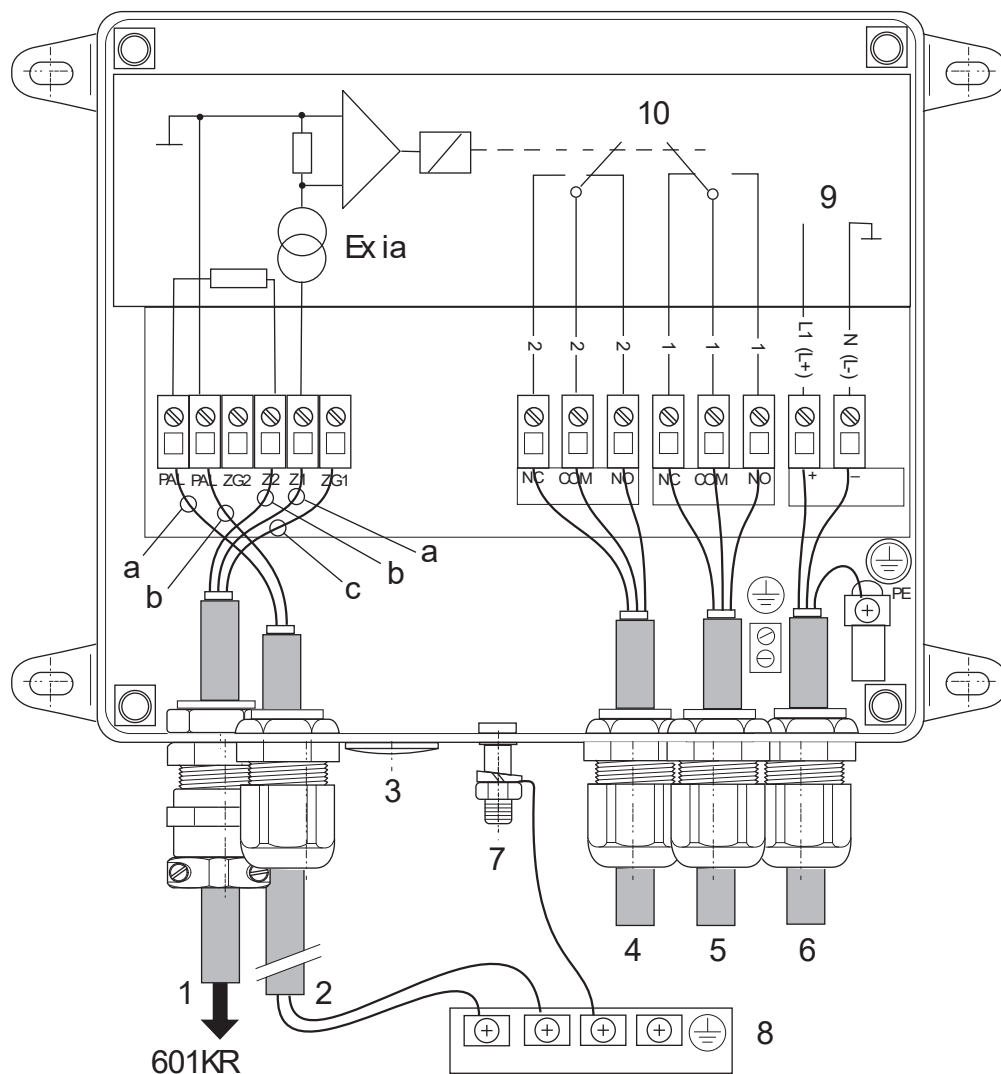
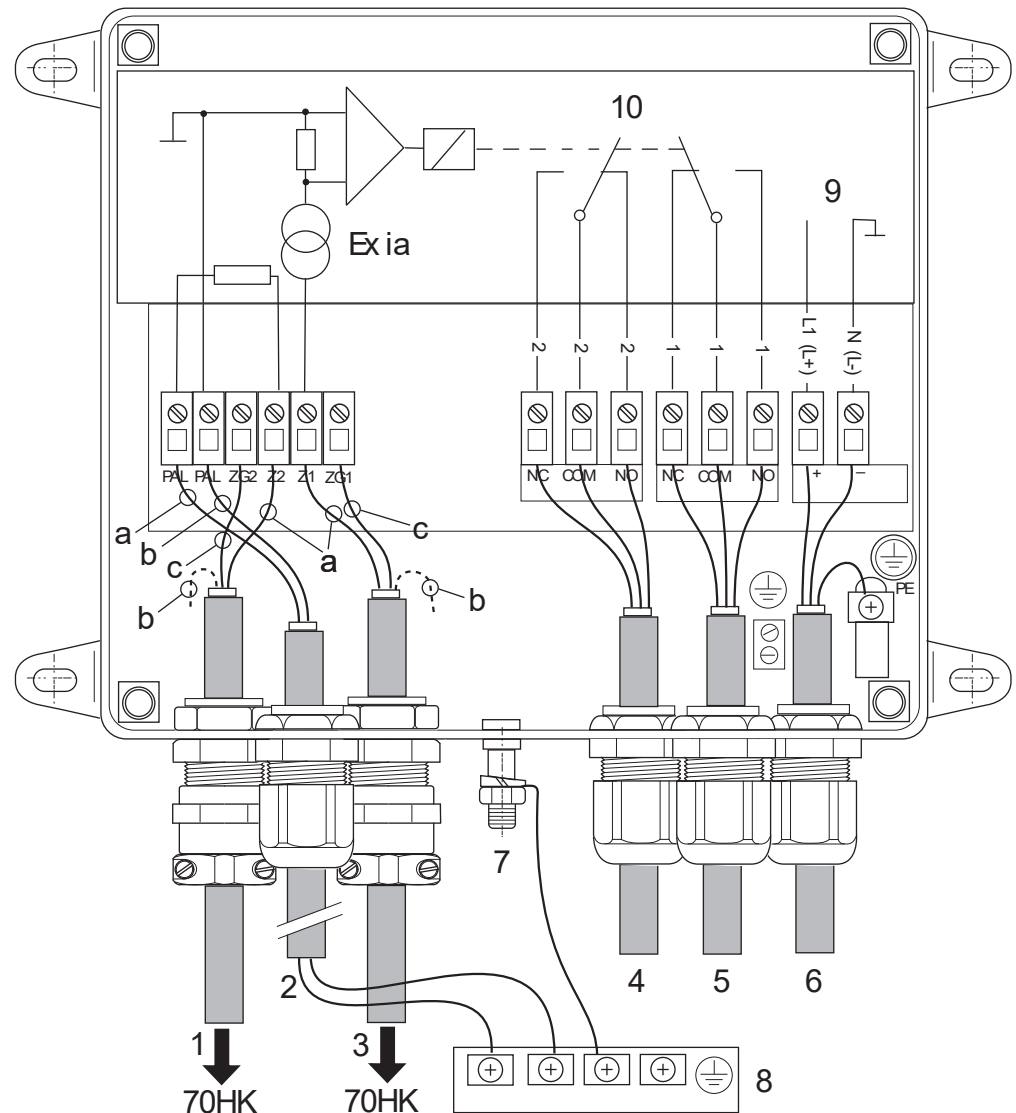

Fig. 4:
Fig. 5:
- L'appareil doit être raccordé à la compensation de potentiel par le biais du raccord de terre externe (7, Fig. 4 / Fig. 5). Par ailleurs, la borne de terre située à l'intérieur de l'appareil doit être raccordée à un conducteur de protection ou à un conducteur de compensation de potentiel (voir chapitre 3.1.3 "Connexion électrique", page 14).
- Les circuits électriques à sécurité intrinsèque doivent être séparés des circuits ne présentant pas cette caractéristique (passage de câbles individuel). Le croisement de câbles à sécurité intrinsèque et de câbles n'ayant pas cette caractéristique est interdit. Une liaison équipotentielle (PA) est à réaliser de long du déroulement entier du circuit électrique de mesure (voir chapitre 3.1.3 "Connexion électrique", page 14, chapitre 3.2.2 "Connexion électrique", page 20).
L'appareil doit être raccordé à la compensation de potentiel par le biais du raccord de terre externe (7, Fig. 4 / Fig. 5). Par ailleurs, la borne de terre située à l'intérieur de l'appareil doit être raccordée à un conducteur de protection ou à un conducteur de compensation de potentiel.
Du côté droit se trouvent les bornes de connexion de la tension d'alimentation, qui ne sont pas à sécurité intrinsèque, ainsi que les contacts de signalisation (Fig. 4 / Fig. 5).
- Introduire le câble et le raccorder conformément à la Fig. 4 / Fig. 5.
Le câble de raccordement du contacteur de terre entre par le passe-câble à vis à protection contre les pliures (1, Fig. 4 / Fig. 5). Les appareils destinés à une mise à la terre BIG-BAG disposent de deux contacteurs et la deuxième ligne entre par un autre passe-câble à vis à protection contre les pliures (3, Fig. 5).
Un câble à deux brins destiné à relier le circuit de mise à la terre à la liaison de compensation de potentiel PAL passe par l'entrée de câble (2, Fig. 4 / Fig. 5) dans le compartiment de branchement. Le passage double garantit que même les coupures vers la ligne de compensation de potentiel PAL soient détectées.
Les deux lignes PAL appartiennent au circuit à sécurité intrinsèque ; voir entrée de câble 2, Fig. 4 / Fig. 5 . Les bornes sur la Terrabox TCB030 sont aussi marquées en tant que bornes à sécurité intrinsèque (en bleu). **Il ne s'agit pas** de connexions à la terre de protection. Les lignes **ne doivent pas** être de type vert/jaune resp. jaune. La connexion PAL peut être réalisée avec un câble sous gaine à 2 brins ; les couleurs des brins ne sont pas prescrites, ce qui signifie que toutes les couleurs, hormis vert/jaune resp. jaune, sont autorisées.
Les câbles des lignes de signalisation passent par les entrées de câble (4 et 5, Fig. 4 / Fig. 5), le câble de la tension d'alimentation par l'entrée (6, Fig. 4 / Fig. 5).
Les entrées (2, 4, 5, Fig. 4 / Fig. 5) sont fermées à la livraison. Les entrées non utilisées doivent rester fermées.